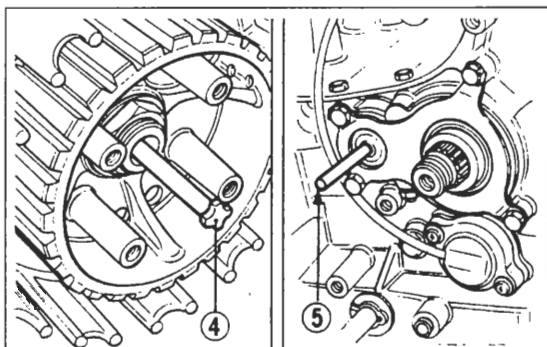

Bild 125 ►
● Sicherungsblechlasche der Kupplungsnabenmutter flachbiegen. Mit Kupplungsnabenhalter Kupplungsnabe (Innenkorb) gegenhalten und Kupplungsmutter ausdrehen (Bild 125).
- Hauptwelle bzw. Kupplungsnabe (Innenkorb) mit Kupplungsnabenhalter blockieren und Zentralmutter anziehen (Bild 125; 80 – 100 Nm).